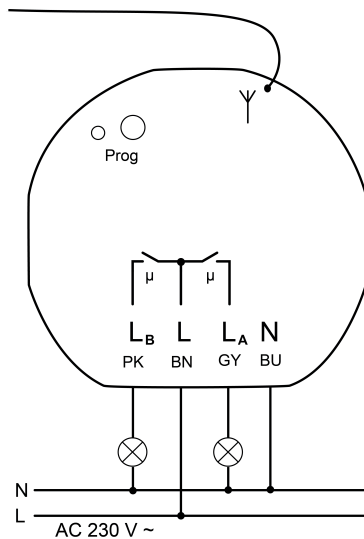

Bild 3: Anschlussbeispiel
- Aktor gemäß Anschlussbeispiel (Bild 3) mit Leuchtenklemmen (siehe Leuchtenklemmen verwenden) anschließen.